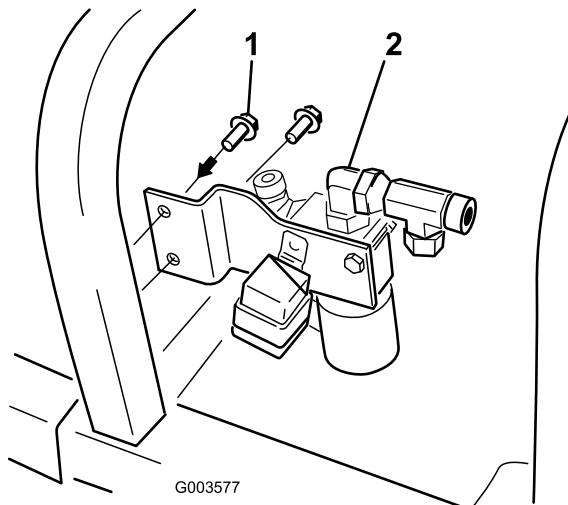

Figura 12
7. Montate la staffa della valvola sul telaio della macchina con 2 bulloni senza dado (9/32 x 3/4 poll.) (Figura 12).